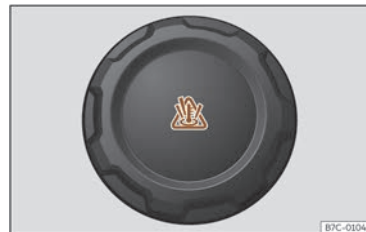

Fig. 217 Van dianteiro: tapón do depósito de expansión do líquido refrixerante.
- O depósito de expansión do líquido refrixerante do motor reconécese polo símbolo que hai sobre a tapa 🚪 >>> **fig. 217**